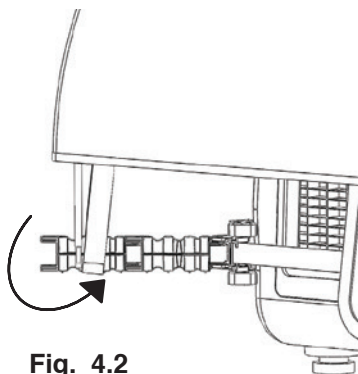

Fig. 4.2
- c. Faites glisser un élastique d'angle sous l'extrémité du bras d'extension et placez-le derrière les tiges du cadre. (plus près de la génératrice que les Frame Rods) (Fig. 4.2)